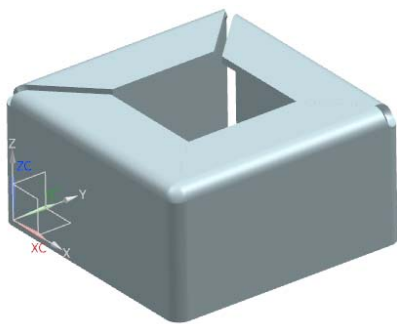

图 7-77 三折弯角 2
(3) 在对话框中设置“封闭的”的处理方式，单击 **<确定>** 按钮，结果如图 7-77 所示。